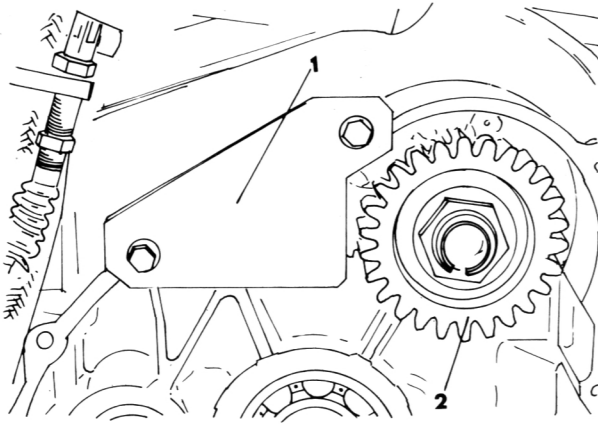

Bild 63
- Das Primärantriebszahnrad mit einer geeigneten Vorrichtung festhalten, die Sicherungsmuttern lösen und das Primärantriebszahnrad ausbauen (Bild 63).